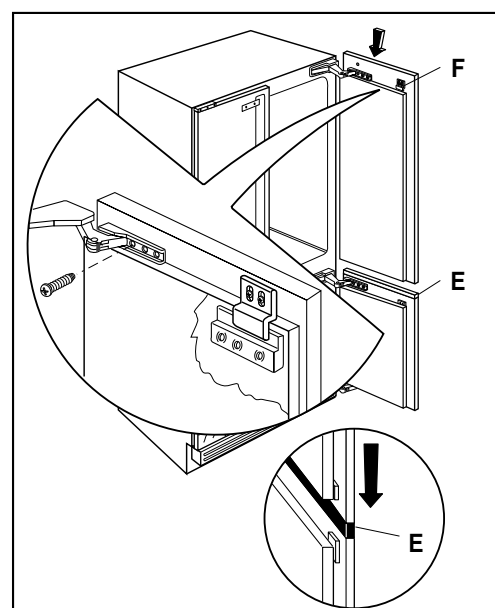

Abb. 8
- Setzen Sie die obere Frontplatte mittels des Einsatzstückes F in die entsprechende Führung ein, indem Sie die Frontplatte auf der Ausgleichsvorrichtung E abstützen (Abb. 8).